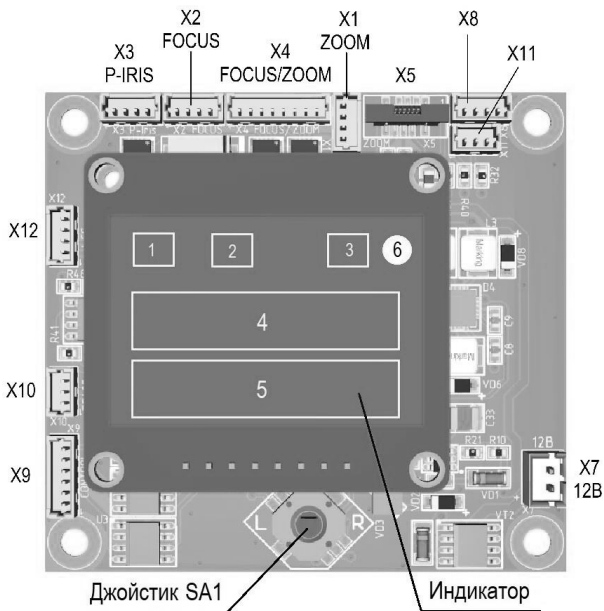

Рис.4.1.1 Элементы коммутации,
4.1 Элементы коммутации, управления и индикации контроллера MA-86 приведены на рис.4.1.1, назначение элементов коммутации и их цепей - в таблицах 4.1.1 – 4.1.9.